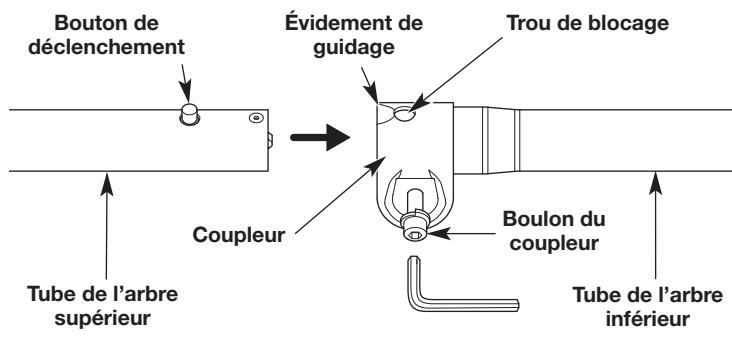

Fig. 4
2. Avec une clé hexagonale de 5 mm, desserrez le boulon du coupleur (Fig. 4).
3. Tout en tenant fermement l'arbre supérieur, poussez-le tout droit dans le coupleur jusqu'à ce que le bouton de déclenchement s'enclenche correctement dans le trou de blocage (Fig. 4).
- REMARQUE :** l'alignement du bouton de déclenchement avec l'évidement de guidage facilitera l'installation (Fig. 4).
4. Serrez le boulon du coupleur jusqu'à ce que les arbres supérieur et inférieur soient fermement raccordés (Fig. 4).
ATTENTION : avant d'utiliser l'appareil, assurez-vous que le bouton de déclenchement est complètement enclenché dans le trou de blocage (Fig. 4) et que le boulon du coupleur est correctement serré.